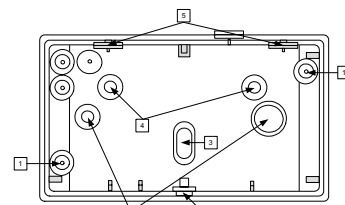

Figure 7: Trous de montage du ViTRON sans fil
- Ouvrir les trous de montage requis, selon le type d'installation (en coin, à plat ou orientable, voir la figure 7)
- Si une protection arrière contre le sabotage de la partie arrière est nécessaire, ouvrir l'encoche contre le sabotage par l'arrière (3, figure 7)
- Ouvrir les trous de montage du support orientable (4, figure 7).